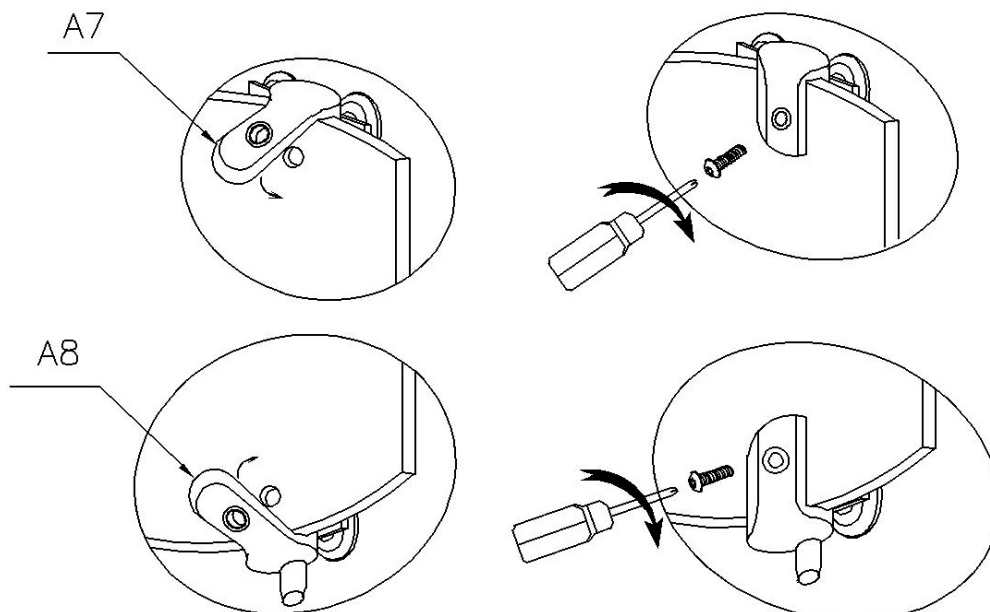

Fig. 10.
11. Montera övre dubbelhjulet (A7) i glasdörrens (A17-1 & A17-2) övre del och nedre enkelhjulet (A8) i glasdörrens (A17-1&A17-2) nedre del, se fig. 10.